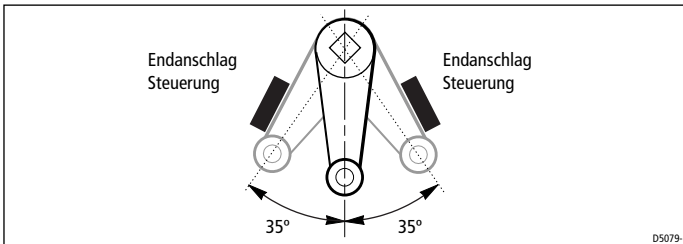

Abb. 7: Gesamtruderbewegung
- die Gesamtruderbewegung auf ± 35 Grad durch die Endanschläge und nicht durch den Linearantrieb begrenzt wird (siehe Abbildung 7).